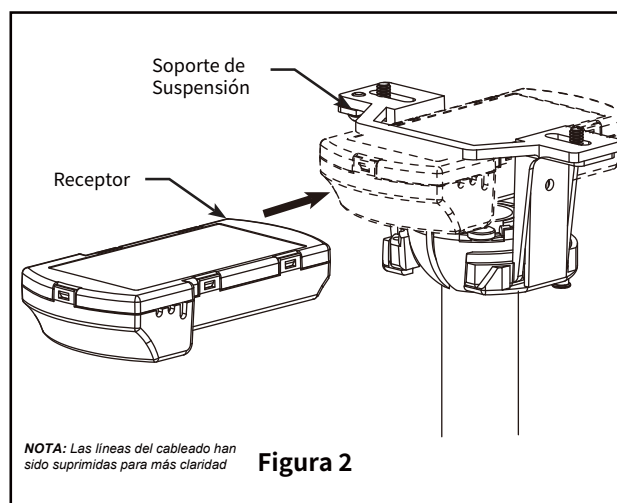

Figura 2
- ☐ 1.Deslice el receptor en el soporte de suspensión con la parte plana orientada al techo como se muestra en la figura 2.